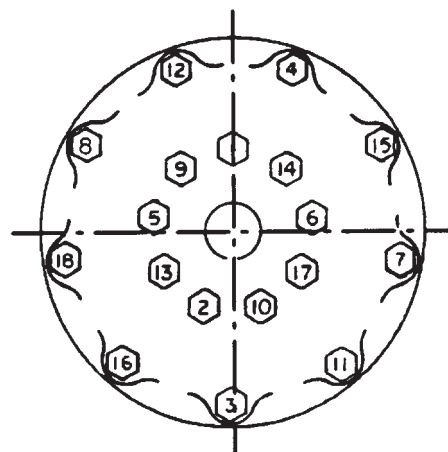

Fig. 8
Retirar una placa de extremo (21) y limpiar con un cepillo para botellas. Si fuera necesario, utilizar un escariador manual (13 mm) para eliminar los depósitos duros y aglomerados. Al volver a colocar las placas de extremo, apretar todos los tornillos a mano. Seguir la secuencia representada en la fig. 8, apretar cada tornillo a 5,6 N.m. y después, apretar de nuevo, siguiendo la misma secuencia, a 20 – 26 N.m.